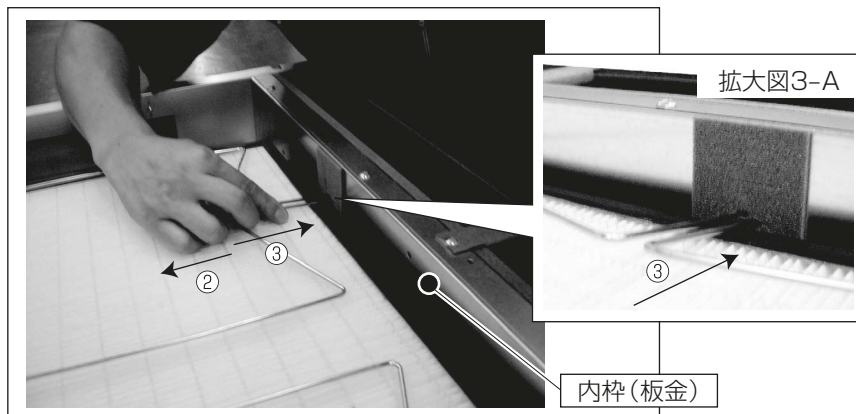

図3
5. フィルター押え金具の先端部を②引っ張り、内枠(板金)に貼付けてあるシール材のスリット部に③差込み固定する。(図3、拡大図3-A)